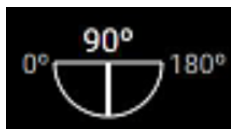

Abbildung 2-8 Abtastebenen-Anzeige auf dem Bildschirm
Die Abtastebenen-Anzeige wird auf dem klinischen Monitor angezeigt und zeigt deutlich den Rotationswinkel der Ultraschallebene aus der Standard-Ebene von 0° (siehe **Abbildung 2-8**). Diese Anzeige kann bei der Ermittlung der korrekten TEE-Ansicht helfen. Der Winkel reicht von 0° bis 180° und weist eine Präzision von +/- 7°.
- 4 Darauf achten, dass sich das angezeigte Bild entsprechend den Zahlen auf der Abtastebenen-Anzeige ändert. Siehe **Abbildung 2-8** auf Seite 2-12.